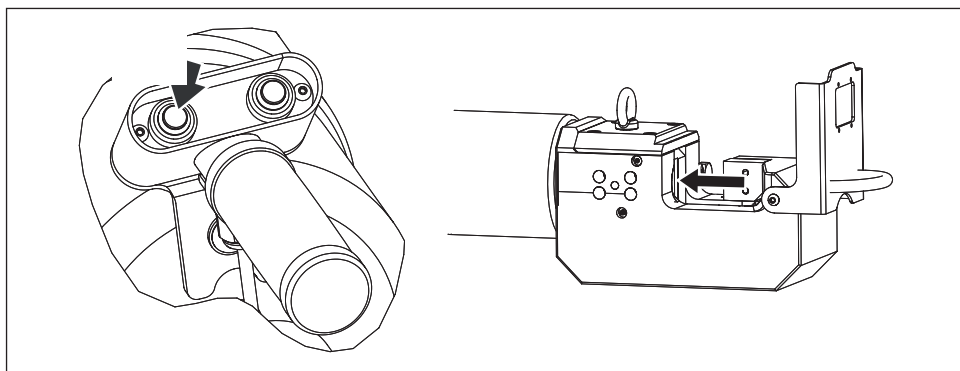

Figura 12, operação - retração
- Pressione e segure o botão de **retração** para retrain o pistão e deslizar a lâmina móvel para trás. Veja a Figura 12.